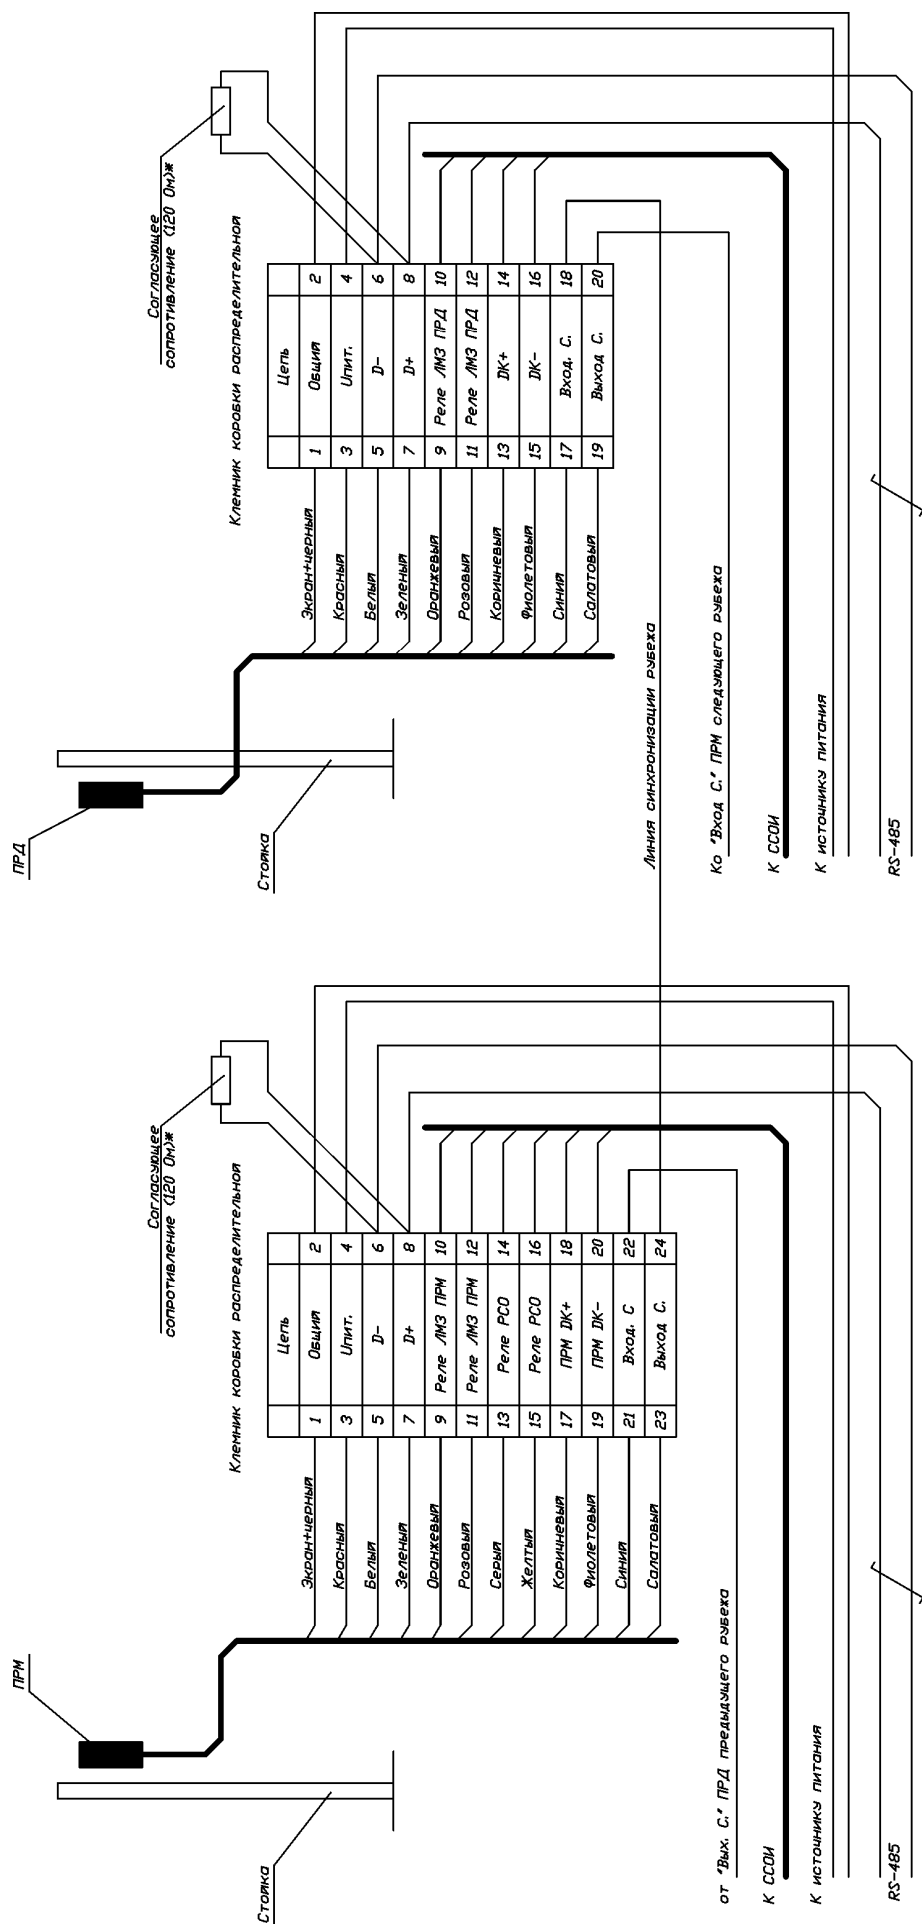

Рисунок 2.2 - схема подключения ПРМ и ПРД речежа КРСО "ЗАСЛОН-6"
- 2.4.2. Соединить блоки ПРМ и ПРД в соответствии со схемой соединений (рисунок 2.2).
- 2.5.1. Подать питание на клеммники ПРМ и ПРД (клеммы +Упит., Общий, рисунок 2.2) и убедиться, что оно лежит в пределах $(11 \div 30)$ В с пульсациями до 100 мВ.
- проверить надежность соединений блоков ПРМ и ПРД в соответствии со схемой (рисунок 2.2).
- 4.5.1. Подать с ССОИ в линию «ДК» и проверить его наличие на клеммах ПРМ (17, 19; рисунок 2.2) или ПРД (13,15, рисунок 2.2) При отсутствии выявить неисправность и устранить её либо заменить ПРМ или ПРД.